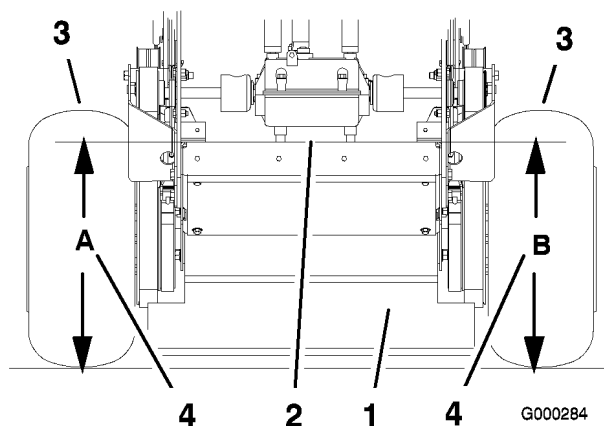

Figura 79
4. Mida la altura de la plataforma del motor en la posición **A** (Figura 79).
5. Mida la altura de la plataforma del motor en la posición **B** (Figura 79).